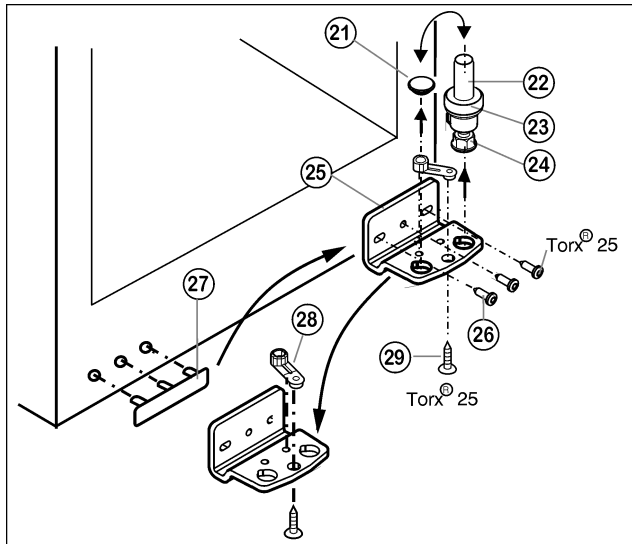

Fig. 7
- ▶ Lagerbout Fig. 7 (22) compleet met schijfje Fig. 7 (23) en stelootje Fig. 7 (24) naar boven eruit trekken.
- ▶ Stop Fig. 7 (21) eraf halen.
- ▶ Lagerbus Fig. 7 (25) losschroeven Fig. 7 (26).
- ▶ Lagerdeel Fig. 7 (28) losschroeven Fig. 7 (29) en in het tegenoverliggende opnamegat van de lagerbus omzetten en weer vastschroeven.
- ▶ Afdekking aan de greepzijde Fig. 7 (27) voorzichtig optillen en op de tegenoverliggende zijde plaatsen.
- ▶ Lagerbus Fig. 7 (25) aan de nieuwe scharnierzijde evt. met behulp van een accuschroevendraaier weer **goed (met 4 Nm)** vastschroeven.
- ▶ Stop Fig. 7 (21) weer in het andere gat plaatsen.
- ▶ Lagerbout Fig. 7 (22) compleet met schijfje en stelootje weer aanbrengen. Er daarbij op letten, dat de sluitnok naar achter wijst.
- ▶ Plaats de deur van boven op de lagerbout beneden Fig. 7 (22).
- ▶ De deur eventueel via de beide langsgaten in de lagerbus onder Fig. 7 (25) ten opzichte van de kast uitlijnen. Daartoe middelste schroef uitdraaien.